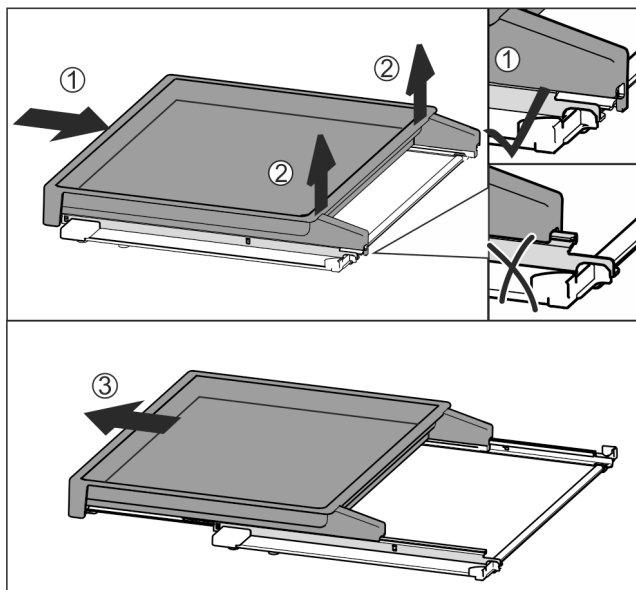

Fig. 78
- ▶ Wsunąć całkowicie wysuwaną półkę Fig. 78 (1).
- ▶ Zwolnić zatrzask po tylnej stronie Fig. 78 (2).
- ▶ Wyjąć wysuwaną półkę do przodu Fig. 78 (3).